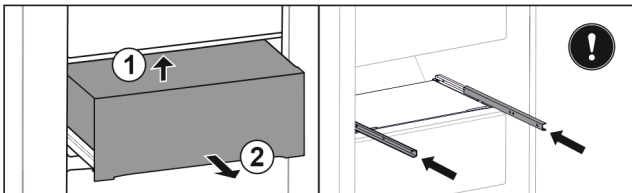

Fig. 99
- ▶ Nosta vetolaatikkoa alhaalta takaa. Fig. 99 (1)
- ▶ Poista vetolaatikko vetämällä sitä eteenpäin. Fig. 99 (2)